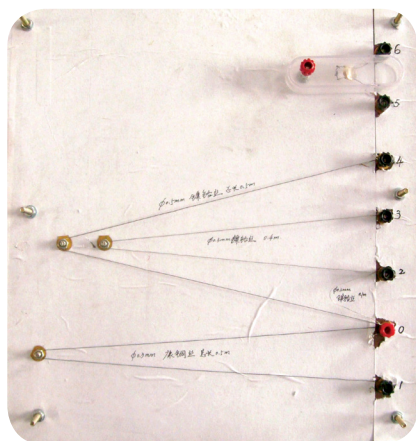

图 1 实物图
- 操作极不方便。体现在：①演示器长度均在 1 米以上，所占空间大，接线柱在两端，演示器长度比课桌还大，外接导线要连接几段才行。②演示器上金属丝横截面积一样大，要演示横截面积对电阻的影响，需并联两根金属丝。③无法演示温度对电阻的影响。
- 鉴于现有仪器存在的弊端，改进仪器时，我们思考到如下因素：换用更细金属丝进行实验，让效果更明显（传统仪器金属丝直径为 0.5 毫米，不太明显）；减小教具所占空间；将不同横截面积、不同材料的金属丝放于一张板上；改变接线柱位置，统统放于一侧，让操作更方便；加上演示温度对电阻影响的材料，为防止材料损坏加上保护外壳。制作完成的教具见图 1。